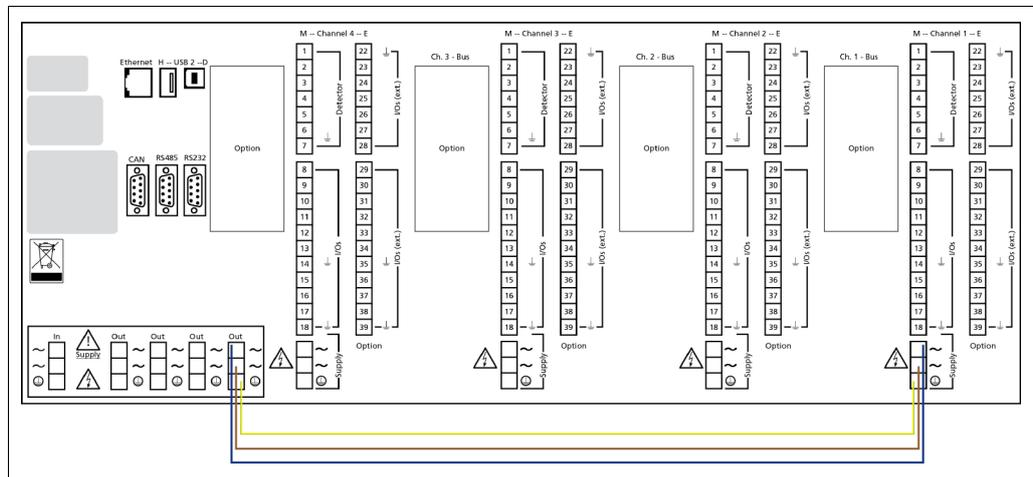
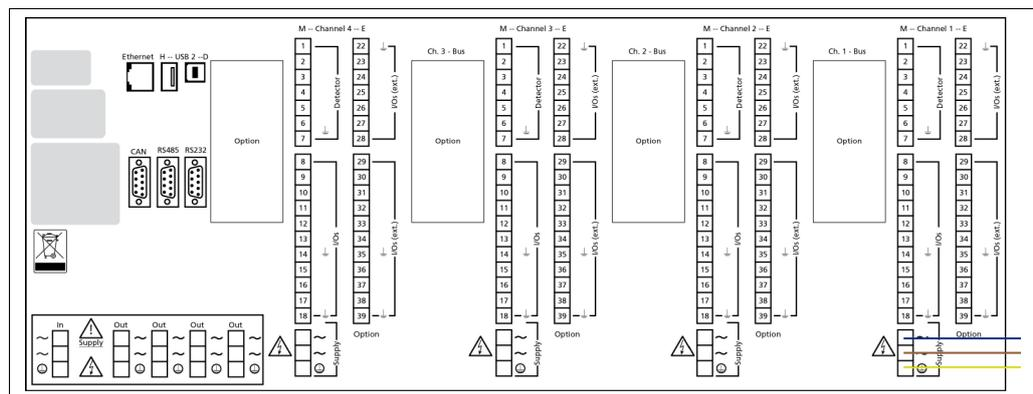

Abb. 6 Interne Stromversorgung des Messkanals über die AWE, Beispiel Messkanal 1
Abb. 7 Externe Stromversorgung des Messkanals, Beispiel Messkanal 1
4. Verbinden Sie die Stromversorgung (Out) mit dem entsprechenden Kanal (Abb. 6) oder verbinden Sie die einzelnen Messkanäle mit einer externen Stromversorgung (empfohlen) (Abb. 7).